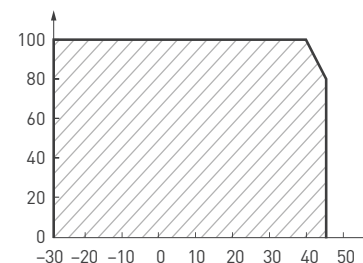

Рис. 2. Максимальная допустимая нагрузка, % от мощности источника
- температура окружающего воздуха от -10 до +40 °С, см. график зависимости максимально допустимой нагрузки на источник питания от температуры окружающей среды на рис. 2;
- 4.2. Не нагружайте источник питания более чем на 80% от его максимальной мощности. Учитывайте, что с повышением температуры окружающей среды максимальная мощность источника питания снижается, см. график зависимости на рис. 2.